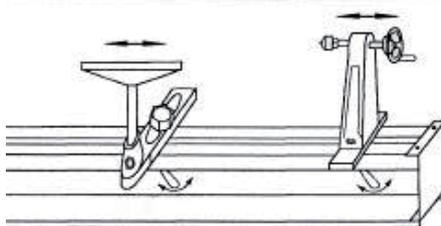

Рис. 7
3. Пересуньте задню бабку та підпору різця вздовж основи та закріпіть стопорний важіль (рис. 7).